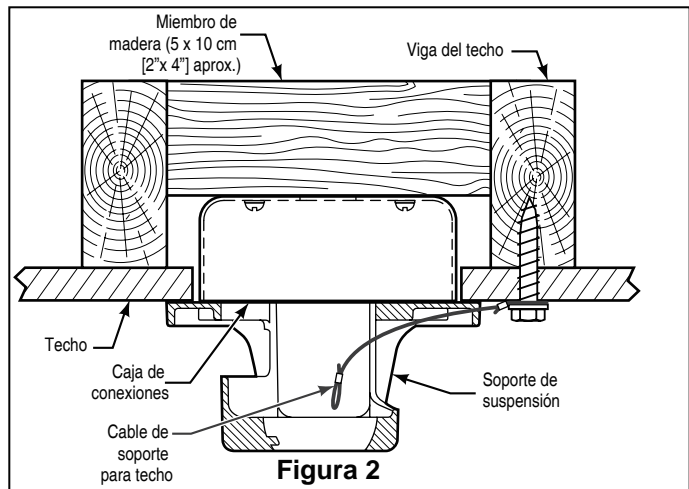

Figura 2
6. Mientras empuja la semiesfera hacia arriba, ajuste bien los dos tornillos de 3/16-24x3/8" de fijación del soporte de barra. Deslice la cubierta de unión del motor hacia abajo. (Figura 2 & 3)
1. Perfore un orificio de 1/4" en la estructura del edificio para evitar grietas con la instalación del tornillo de intervalo. Utilice el tornillo de intervalo de 3/8"x 2" y la arandela plana para fijar el cable de seguridad a la viga del techo o a la estructura de madera. Dicho tornillo pasará a través de arandela plana, la presilla del cable de seguridad y se fijará en la estructura del edificio. (Figura. 2)
NOTA: el cable de soporte para techo no se puede asegurar solamente a la caja de conexiones; se debe asegurar directamente a la viga de techo o miembro estructural con el tornillo de cabeza cuadrada de 3/8"x2" y la arandela plana. (Figura 2)
4. Fije los tornillos con el destornillador suministrado sin apretarlos demasiado. (Figura 2)